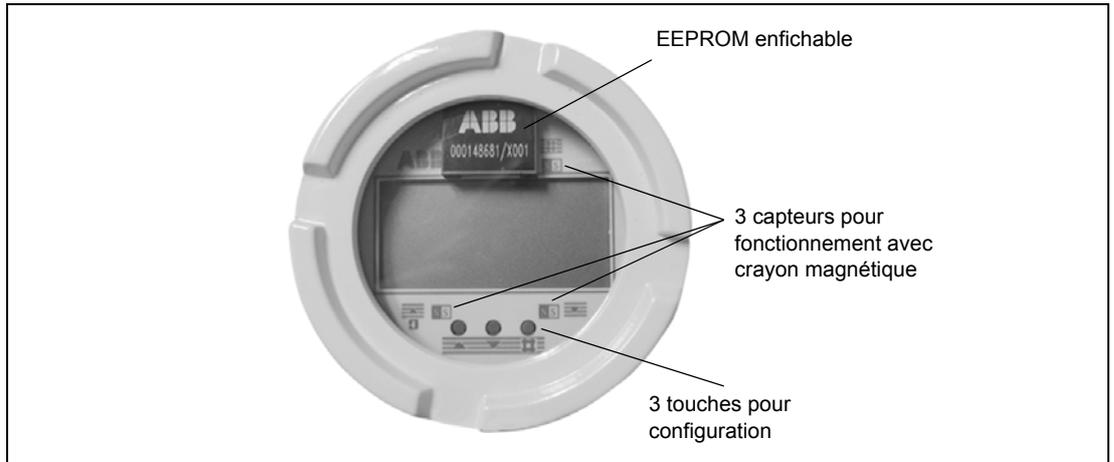

Fig. 44: Carte d'affichage
- Vérifier que la mémoire externe EEPROM est branchée sur la prise se trouvant sur la carte d'affichage du convertisseur (voir Fig. 44). Une étiquette est apposée sur la mémoire EEPROM. Cette étiquette est dotée des mêmes numéros de commande et derniers numéros que ceux figurant sur la plaque signalétique du primaire de débitmètre. **Ils doivent être identiques !**